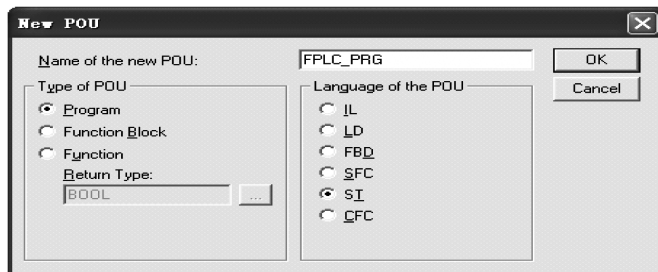

图 5-27 创建 FPLC_PRG
4) 创建快速任务 FPLC_PRG 并选择编程语言 ST，如图 5-27 所示。